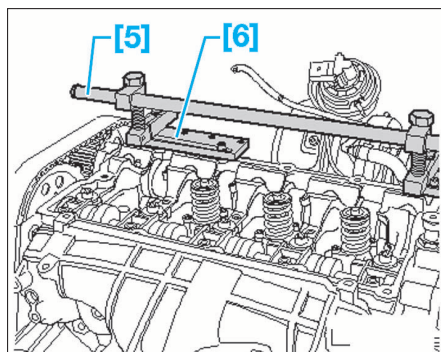

FIG. 50
- [5]. Dispositif de montage pour soupapes (ref. 2036) (Fig.50).
- [6]. Plaque de fixation du dispositif de montage pour soupapes (ref. 2036/1) (Fig.50).
- Mettre en place les outils [5] et [6] sur la culasse (Fig.50).